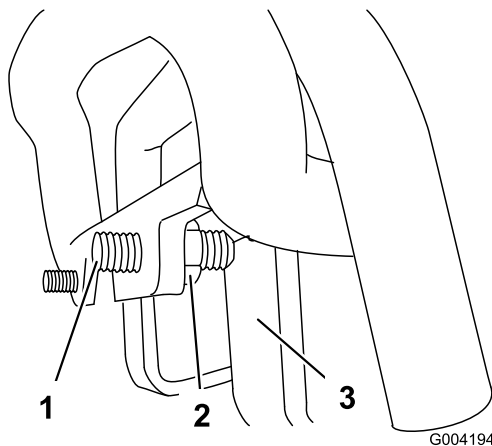

Figura 57
3. Se il trattore devia verso **sinistra**, allentare il controdamo **destro** e regolare la vite di registro sulla parte anteriore del comando della trazione (Figura 57).
4. Se il trattore devia verso **destra**, allentare il controdamo **sinistro** e regolare la vite di registro sulla parte anteriore del comando della trazione (Figura 57).